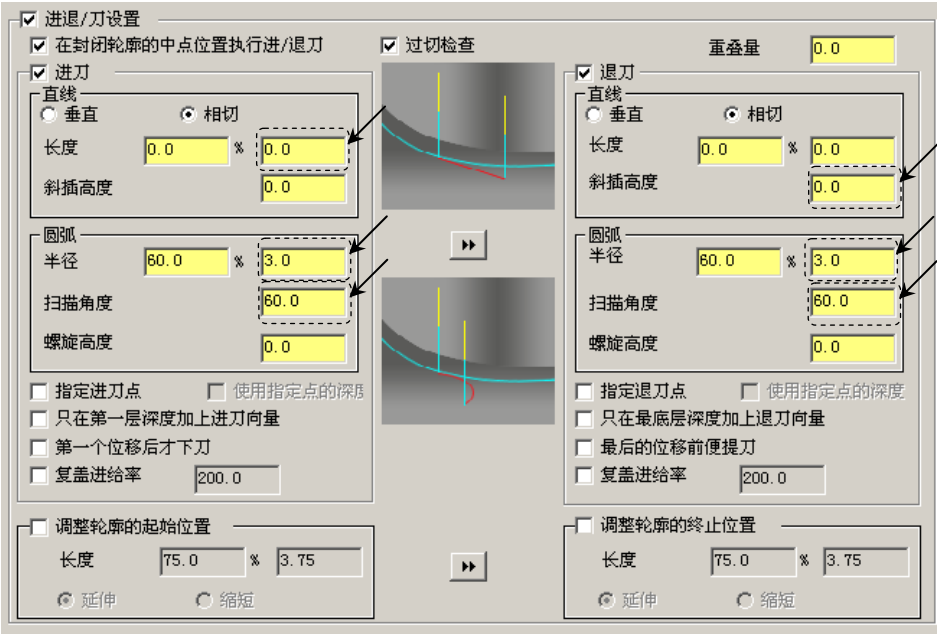

图 15.54 “进退/刀参数” 参数设置界面
(1) 设置深度参数。在“2D 刀具路径 - 外形铣削”对话框中的左侧节点列表中，单击 **z轴分层铣削** 节点，取消选中 ☐ 深度切削 复选框。
(2) 设置进退/刀参数。在“2D 刀具路径 - 外形铣削”对话框中的左侧节点列表中，单击 **进退/刀参数** 节点，设置图 15.54 所示的参数。